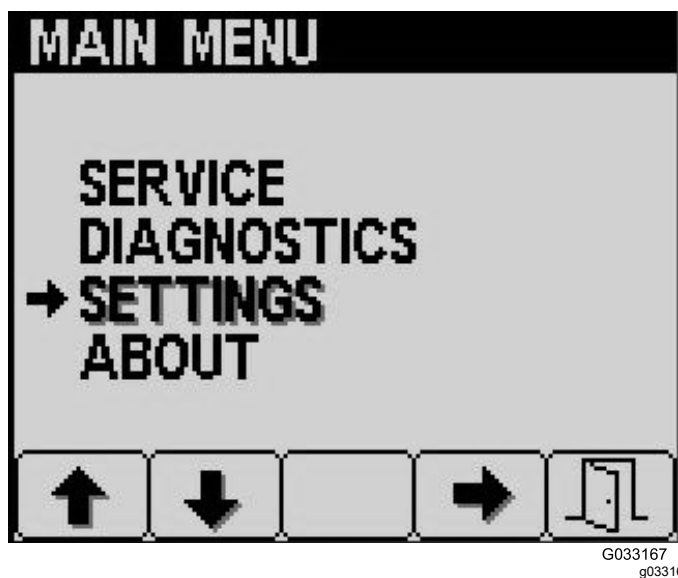
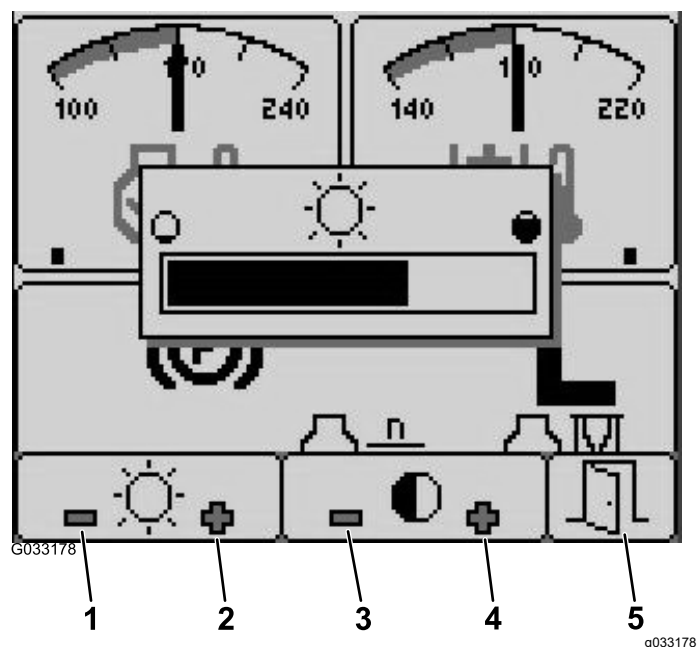

Figure 18
Figure 19
- Naviguez jusqu'à l'option ENTRETIEN dans le menu principal (Figure 18).
- Quittez le menu en sélectionnant le bouton de SORTIE (porte) (Figure 18 ou Figure 19).
- Dans l'écran d'accueil, appuyez sur le bouton 5 pour accéder à la barre contextuelle de luminosité/contraste (Figure 19).
- Appuyez sur le bouton 1 pour réduire la luminosité, sur le bouton 2 pour augmenter la luminosité, sur le bouton 3 pour réduire le contraste et sur le bouton 4 pour augmenter le contraste (Figure 19).
- Après avoir réglé la luminosité et le contraste, appuyez sur le bouton 5 pour quitter le menu (Figure 19).